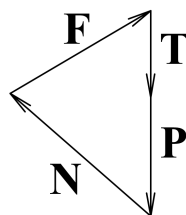

Рис. 6.2: Расчет силы реакции опор
4. Определите силу реакции \mathbf{N} графическим способом. На листе миллиметровой бумаги в определенном масштабе отложите векторы $\mathbf{P} + \mathbf{T}$, \mathbf{F} так, как показано на рис. 6.2. Используя условие равновесия системы